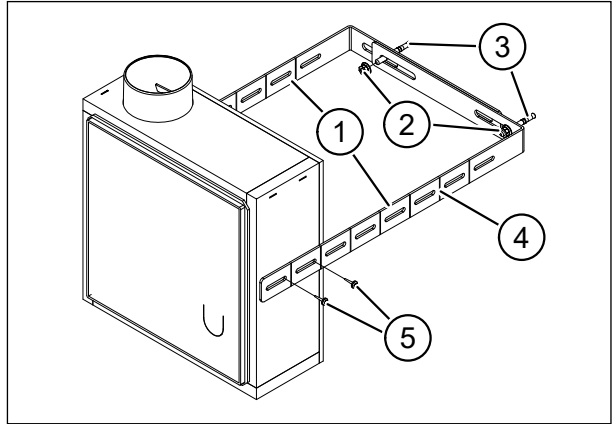

Abb. 3: Montage von Unterputzgehäusen mit Brandschutzummantelung
- ▶ Setzen Sie die beiden Teile des Montagebügels (Pos. 1 in Abb. 3) zusammen, sodass sie beidseitig am Unterputzgehäuse anliegen.
- ▶ Erstellen Sie 2 Bohrungen für die Nagelanker (Pos. 3 in Abb. 3) am Montageort und schlagen Sie die Nagelanker ein.
- ▶ Passen Sie den Montagebügel an die erforderliche Einbautiefe an, indem Sie ggf. den Montagebügel an den Sollbruchstellen (Pos. 4 in Abb. 3) kürzen.
- ▶ Fixieren Sie den zusammengesetzten Montagebügel mit den Sechskantmuttern (Pos. 2 in Abb. 3) an den Nagelankern.
- ▶ Befestigen Sie das Unterputzgehäuse mit den Spaxschrauben (Pos. 5 in Abb. 3) am Montagebügel.